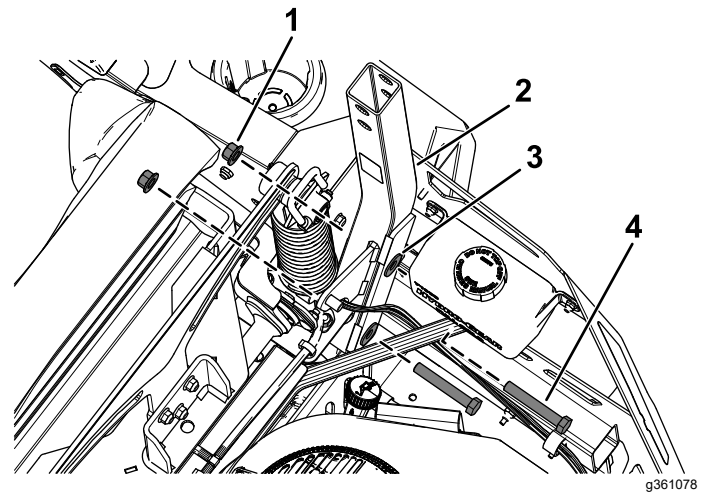

Figura 3
1. Sujete provisionalmente los conjuntos inferiores de la barra antivuelco al cortacésped con 2 pernos con cabeza hexagonal ($\frac{1}{2}$ " x $3\frac{1}{4}$ "), 2 arandelas de muelle y 2 contratuercas ($\frac{1}{2}$ ") en cada lado (Figura 3).